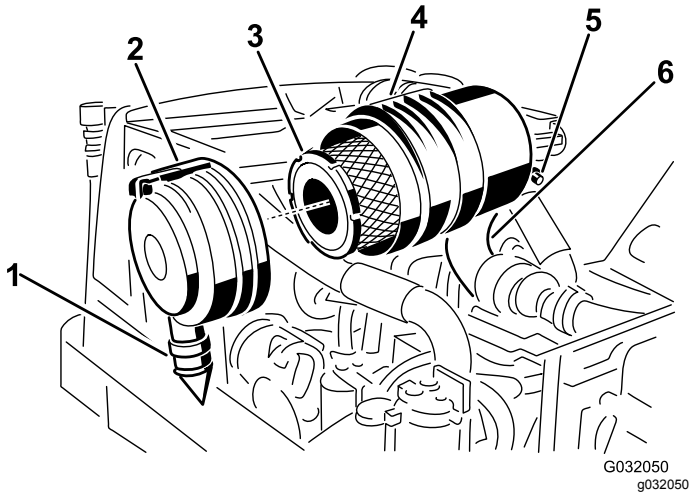

Bild 44
2. Entfernen Sie den Hauptfilter (Bild 44).
zwischen 17.00 Uhr und 19.00 Uhr (vom Ende her gesehen), und arretieren Sie den Riegel. Bild 44
3. Wechseln Sie den Hauptfilter aus (Bild 44).